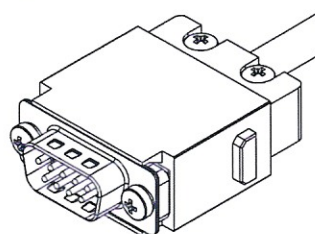

Рисунок 39 – Установка хомута
14.7 Установить хомут и закрутить винты М3 (рис. 39).